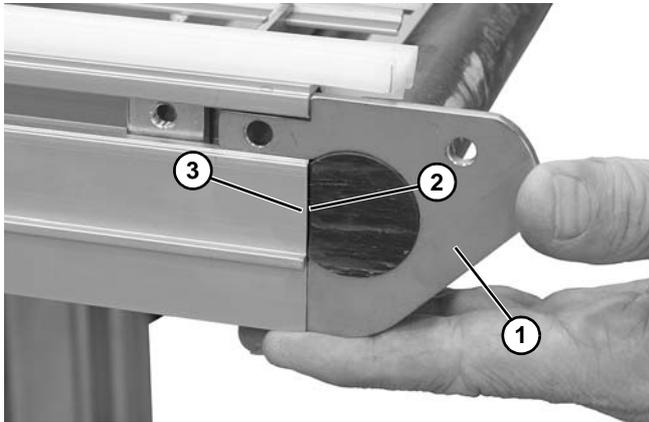

Figure 62
6. En réinstallant le rouleau de retour (**Figure 62, élément 1**) avec une barre d'usure, s'assurer que l'extrémité plate (**Figure 62, élément 2**) de la barre d'usure est en affleurement avec le convoyeur (**Figure 62, élément 3**).